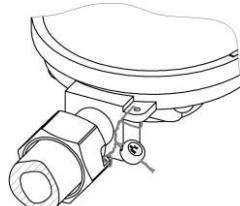

Рисунок 2
5.11.1 Установить счетчик на вертикальном или горизонтальном участке газопровода (рисунок 2).